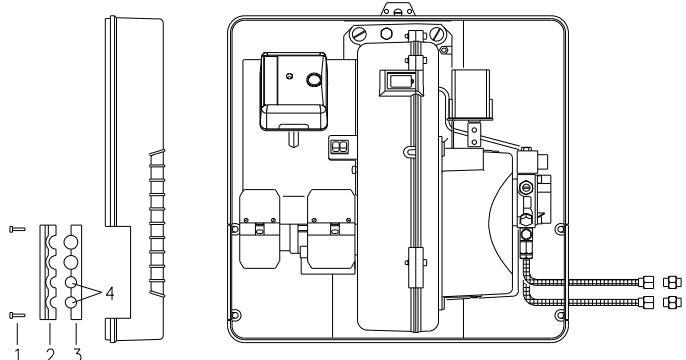

Fig. 17
- draai de schroeven 1)(Fig. 17) los, open het plaatje bij de delen 2)-3) en verwijder het dunne membraan dat de twee gaten 4) sluit.